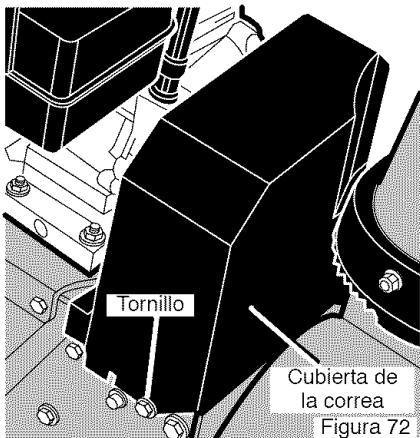

Figura 72
2. Quite el **tornillo de la cubierta de la correa**. Quite la **cubierta de la correa** (Figura 72).
- Quite el **tornillo** de la **cubierta de la correa**. Quite la **cubierta** (Figura 72).
- Instale la **cubierta de la correa**. Apriete el **tornillo** (Figura 72).
15. Instale la **cubierta de la correa**. Apriete el **tornillo** (Figura 72).